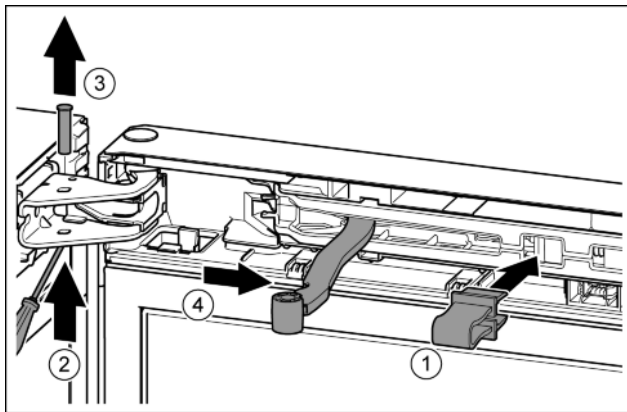

Fig. 8
- ▶ Sicherung in Öffnung einrasten. *Fig. 8 (1)*
- ▶ Bolzen mit Schraubendreher herausschieben. *Fig. 8 (2)*
- ▶ Bolzen nach oben herausnehmen. *Fig. 8 (3)*
- ▶ Gelenk in Richtung Tür drehen. *Fig. 8 (4)*